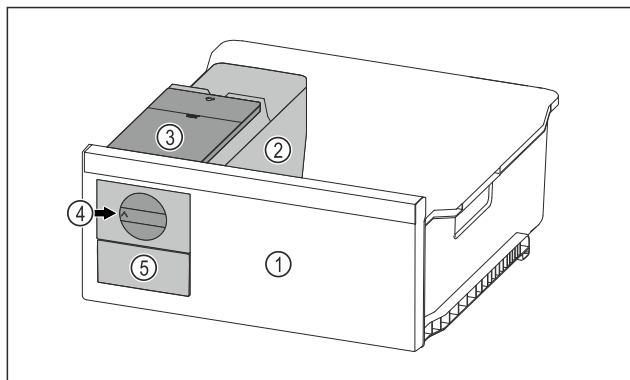

Fig. 108 Vejledende illustration
- ▶ Drej drejeknappen Fig. 108 (4) med uret indtil anslaget.
- ▷ Isterninger falder ud af isterningebakken og ned i isterningskuffen Fig. 108 (5).